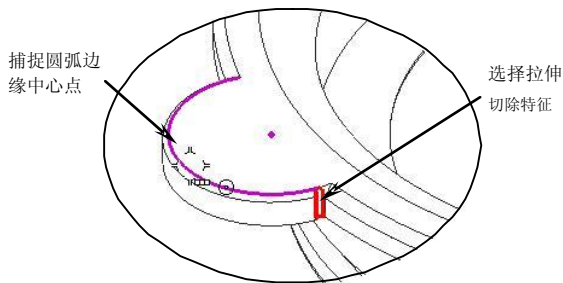

图5-69
20. 在【成形特征】工具条中单击【实例特征】按钮，弹出【实例】对话框。单击 **环形阵列** 按钮，弹出【实例】对话框。选择图 5-69 所示的拉伸切除特征，单击 **MB2** 分别在【数字】和【角度】输入框中输入“21”和“-9”，然后依次单击 **确定**、**点和方向** 和【ZC 轴】按钮，弹出【点构造器】对话框。捕捉图 5-69 所示的圆弧边缘中心点，最后在【创建引用】对话框中单击 **是** 按钮创建环形阵列特征，结果如图 5-70 所示。